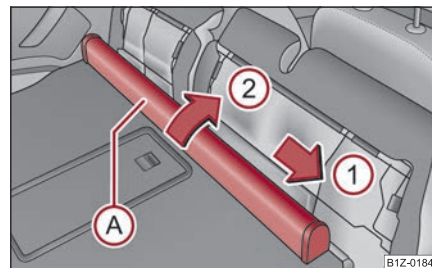

Fig. 105 Asientos traseros: Caja de la red divisoria
- Desplazar la caja de la red de separación **(A)** ⇒ **página 93, fig. 105** en sentido de la flecha **(1)** y sacarla del alojamiento del respaldo del asiento posterior en sentido de la flecha **(2)**.